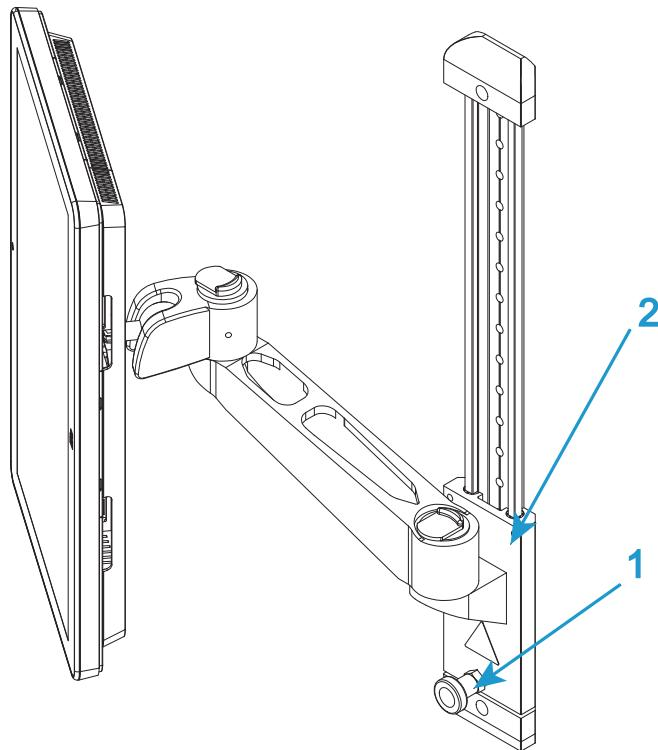

図11. 高さの調整
1. 様々なオペレータが快適に使用できるようにBluehill® オペレータ ダッシュボードの高さを調整することができます。ロック (49 ページの図 11 の 1) を緩め、取り付けアーム (49 ページの図 11 の 2) を希望の高さにスライドします。ロックを再び締め付けます。